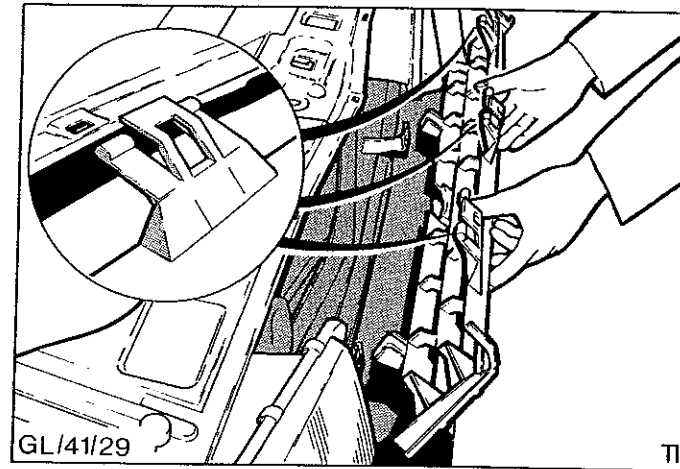

Abb.45 Kühlergrill abbauen
2. Kühlergrill abbauen, Abb.45.